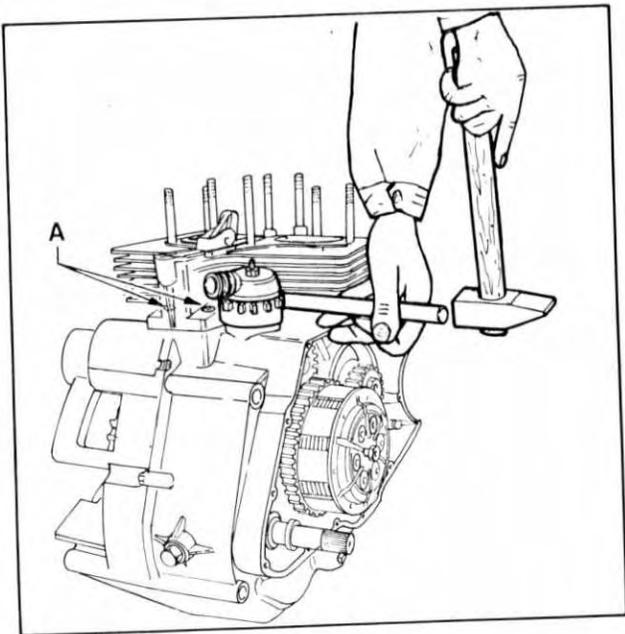
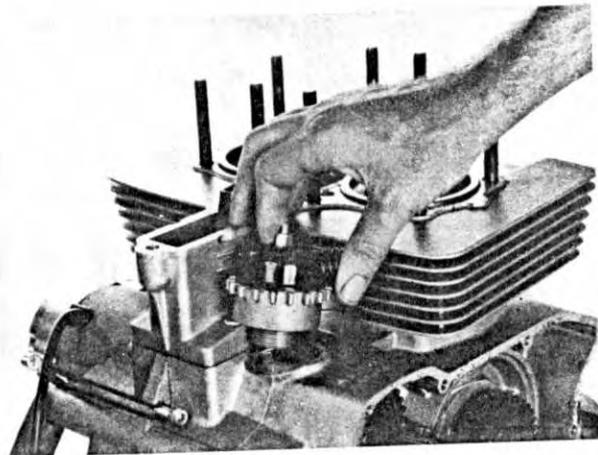

Fig. 35
Fig. 36
- Svitare, aiutandosi eventualmente con una barretta di alluminio o di rame ed un mazzuolo (fig. 35), lo sfianto del carter (fig. 36).
- Togliere i due bulloncini a testa cava esagonale (A - fig. 35).
- Unscrew, with the aid of an aluminium or copper rod and an hammer (fig. 35), the crankcase breather (fig. 36).
- Remove two Allen screws (A - fig. 35).